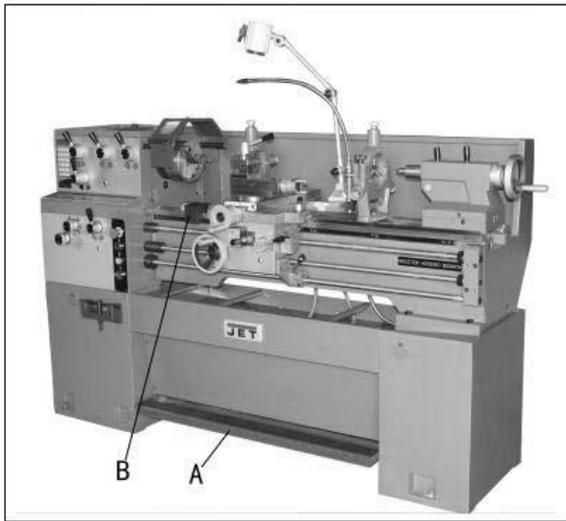

Рисунок 17
**Ножной тормоз** (A, рис. 17) - расположен между опорами станины. Нажмите для остановки всех функций станка.
**Микро-остановка каретки** (B, рис. 17) - расположена на станине станка. Ослабьте два болта с шестигранной головкой под корпусом и сдвиньте их вдоль станины в нужное положение. Затяните винты, чтобы удерживать их.